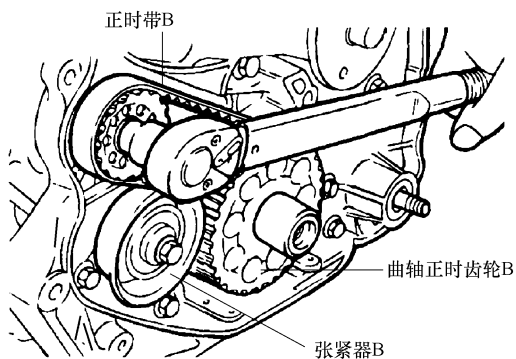

图 31-53 拆卸曲轴张紧器 B、正时带 B 和正时齿轮 B
8) 松开右侧平衡轴齿轮螺栓。拆卸张紧器 B 后, 拆卸正时带 B。从曲轴上拆卸曲轴正时齿轮 B, 如图 31-53 所示。